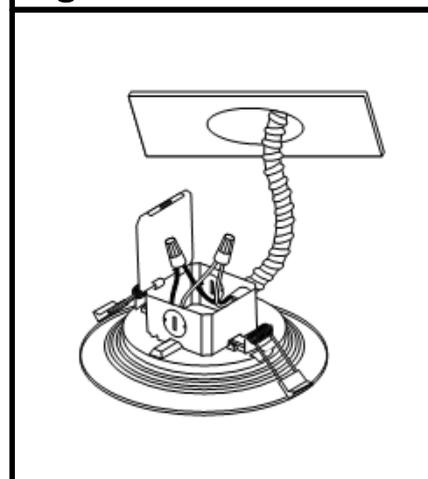

Fig. 11
2. Connectez le connecteur rapide du cadre au connecteur rapide de la lampe. [Fig. 11]